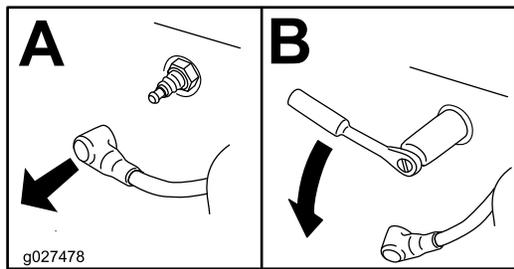

Figura 34
- Retire la bujía (Figura 34).